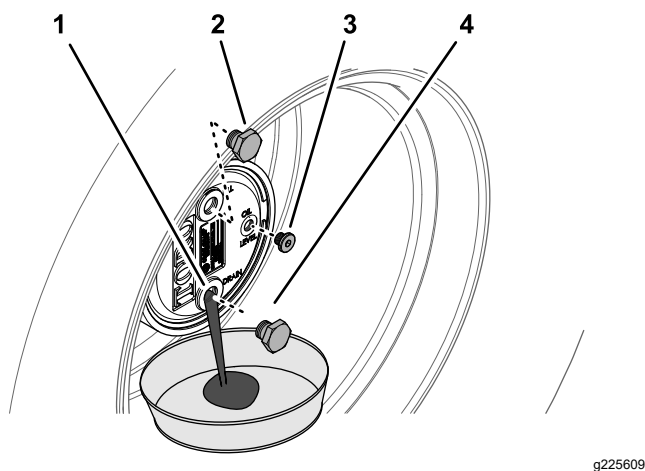

Figure 68
2. Retirez le bouchon de remplissage à la position 12 heures et le bouchon de contrôle à la position 3 heures (Figure 68).
3. Placez un bac de vidange sous le moyeu du train planétaire et enlevez le bouchon de vidange à la position 6 heures pour permettre la vidange complète de l'huile (Figure 68).
5. Remettez le bouchon de vidange dans l'orifice de vidange du carter de planétaire (Figure 68).